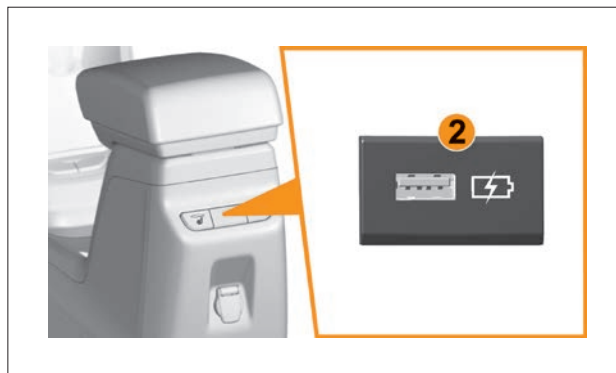

Рис. 4.4.8. USB-розетка 5 В для задних пассажиров
**В варианном исполнении** для задних пассажиров на центральном подлокотнике устанавливаются USB-розетки **1** (рис. 4.4.7) или USB-розетка **2** (рис. 4.4.8) с номинальным напряжением 5 В и номинальным током нагрузки не более 2 А.